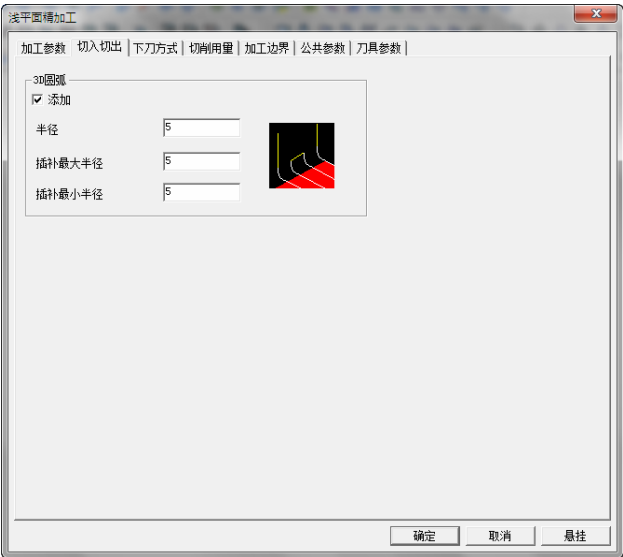

图 8-182 “切入切出”选项卡
2) 单击“切入切出”选项卡，设置“3D 圆弧”参数数值如图 8-182 所示。